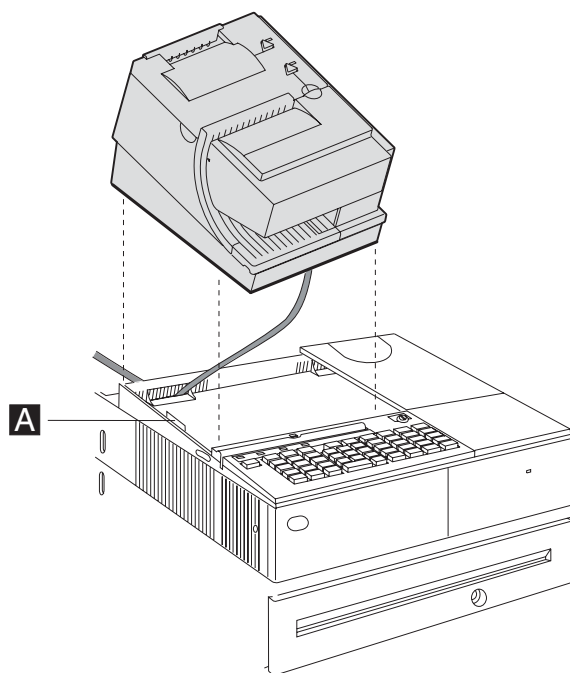

图 52. 安装打印机
4. 如果您的型号有倾斜式 I/O 托架，请确保打印机的侧面和倾斜式 I/O 托架侧面上的突缘（图 52 中的 **A**）叠合。